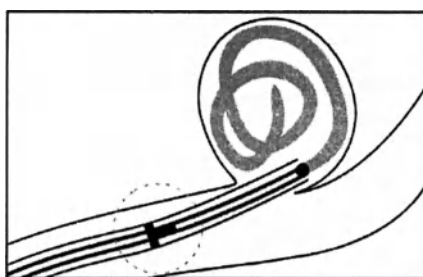

Рис.3.2
11. Продолжайте продвижение спирали на системе доставки до тех пор, пока не будет достигнуто положение рентгеноконтрастных маркеров в виде буквы «Т» - проксимальный конец спирали (имплантата) достиг кончика микрокатетера. Затяните поворотный гемостатический клапан для предотвращения дальнейшего движения частей (см.рис.3.2).